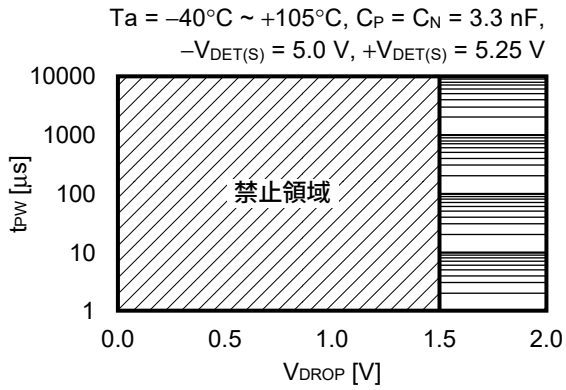
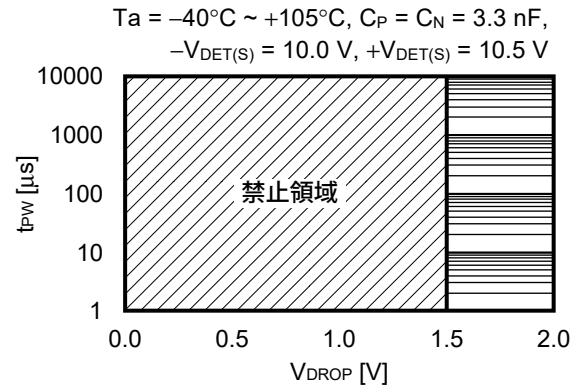

図56
図57
解除遅延時間中、V_{DD}端子 (V_{DD}検出品) が瞬間的に検出電圧 (-V_{DET}) 以下まで低下し、再度解除電圧 (+V_{DET}) 以上となったとき、正常な解除遅延時間経過後に解除信号が出力されるパルス幅 (t_{PW}) とV_{DD}下限値 (V_{DROP}) との関係を図56、図57に示します。
- 注意 1. 図56、図57は、正常な解除遅延時間経過後に解除信号が出力される入力電圧条件を示しています。禁止領域となった場合、遅延時間完了前に誤って解除されることがあります。
2. 解除遅延時間中にV_{DD}端子電圧が図56、図57に示した禁止領域となった場合、一度V_{DD}端子に0 Vを入力し、S-19110シリーズを再起動してください。